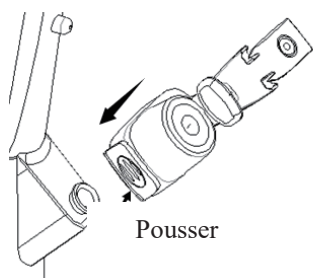

Figure 2
1. Fixez le dispositif de verrouillage du fil-guide à l'entrée du canal de l'endoscope. Au moment de l'installation, appuyez sur le bloc de fixation coulissant du dispositif de verrouillage du fil-guide, puis alignez l'entrée du canal de l'endoscope, appuyez et poussez le dispositif de verrouillage du fil-guide vers le bas, puis relâchez le bloc de fixation coulissant. Enfin, assurez-vous que le dispositif de verrouillage du fil-guide est solidement fixé à l'entrée du canal de l'endoscope (voir Figure 2).